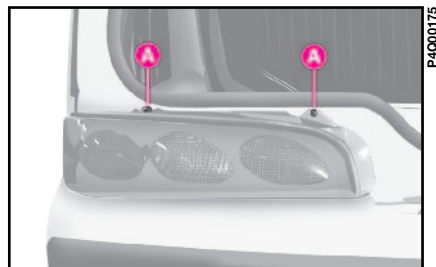

fig. 25
1) afloje los dos tornillos **A**-fig. 25 de sus respectivos alojamientos y vuelque el transparente;